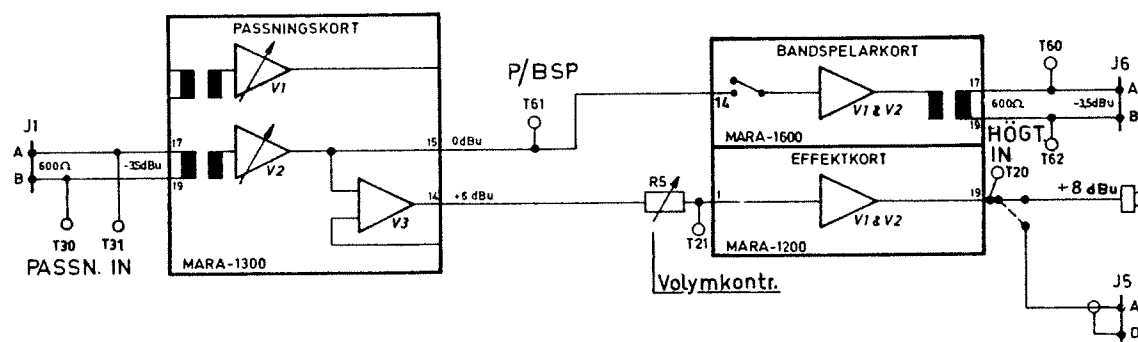

Bild 30. Blockschema BEE passning
6.4.5.1 Anslut LF-generatorn och URI-metern till betjäningenshetens mätuttag T30 och T31 PASSN IN, se bild 30 och 31.